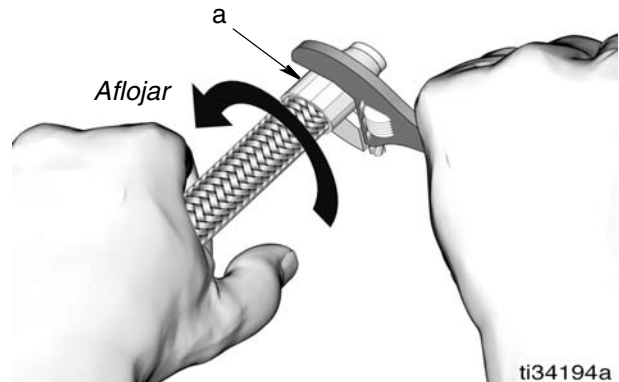

FIG. 59
5. Utilice una llave para el apriete final del casquillo (a) hasta que toque fondo. Afloje después 1/4 a 1/2 vuelta (FIG. 59).